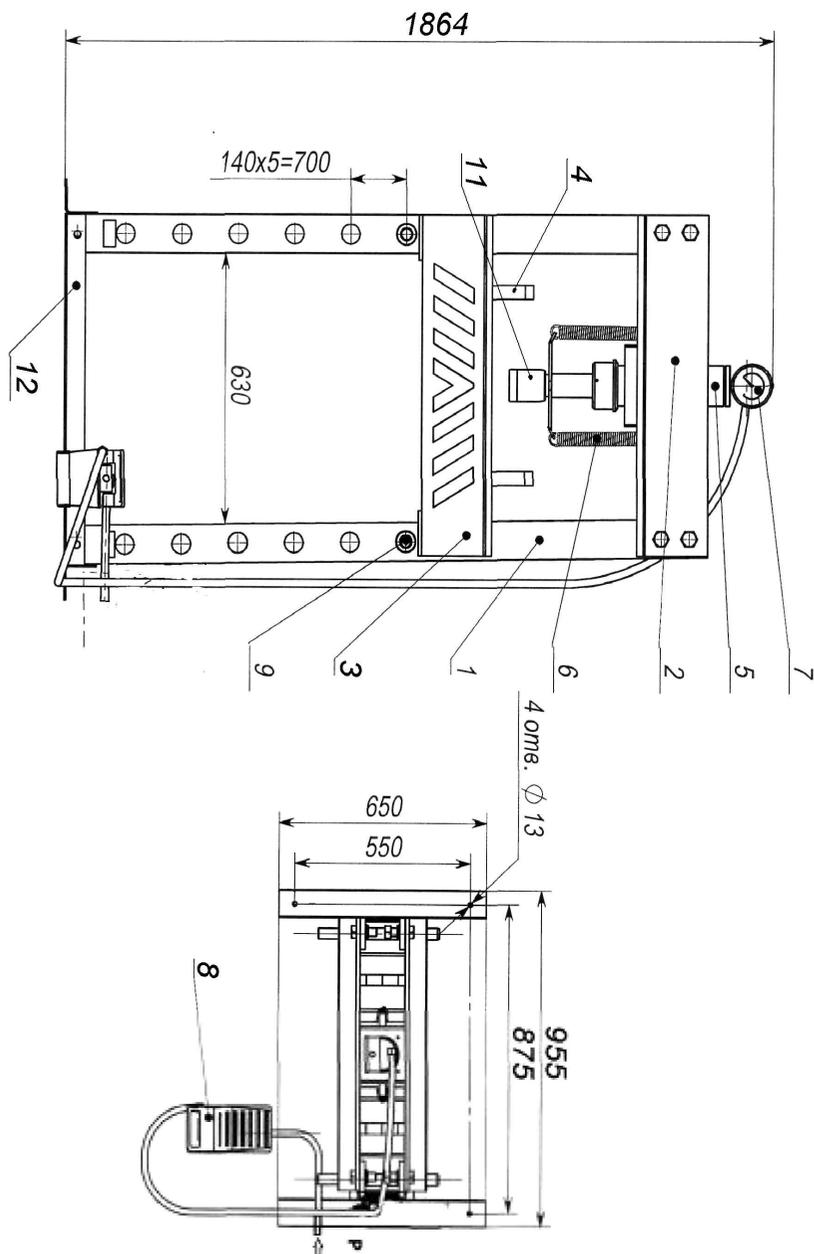

Рис. 1. Пресс П-30
- рама, состоящая из двух стоек поз. 1 (см. Рис.1), балки верхней поз. 2, балки опорной поз. 3 и основания поз. 12;
- 6.4. Присоединить рукав от пневмосети или компрессора к присоединительному ниппелю пневмогидравлического насоса 8 (см. Рис. 1). Установить рабочее давление сжатого воздуха в диапазоне 8...14 кгс/см².